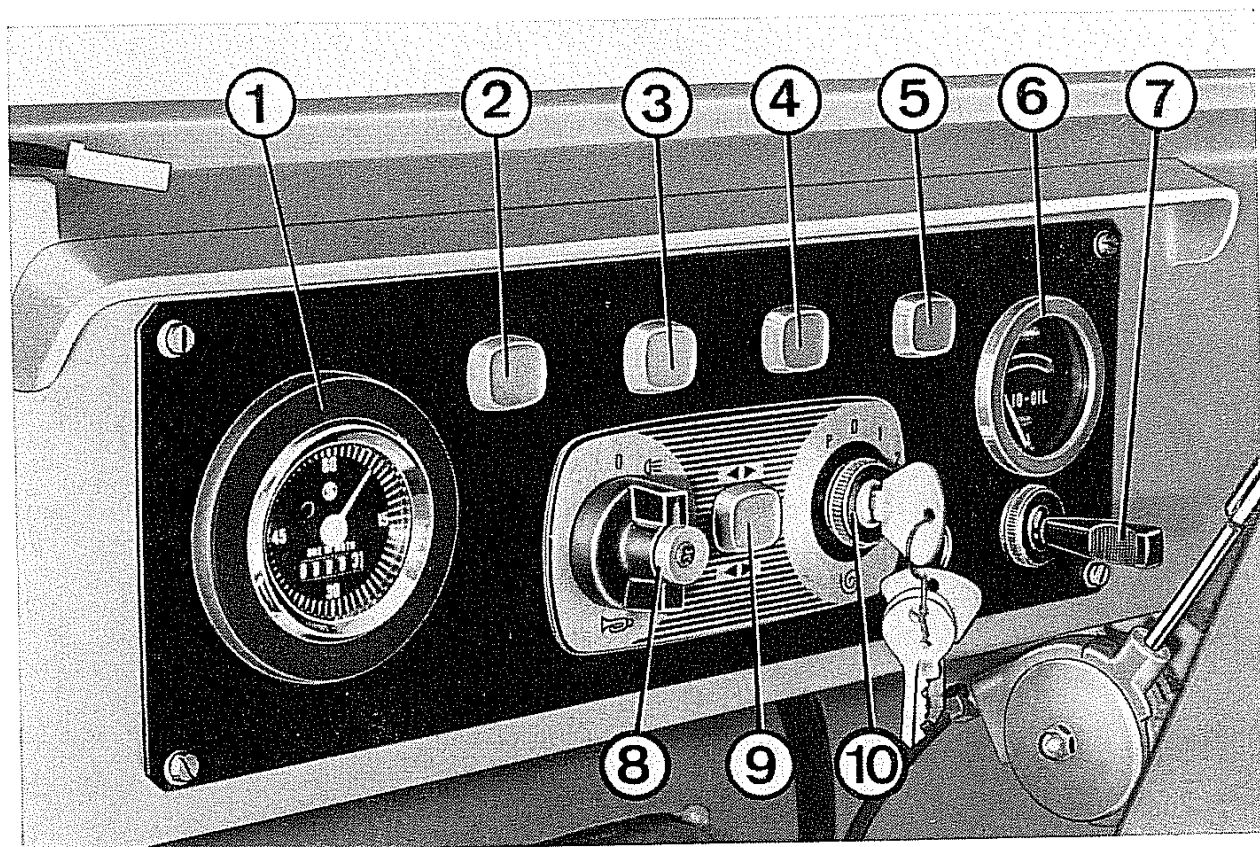
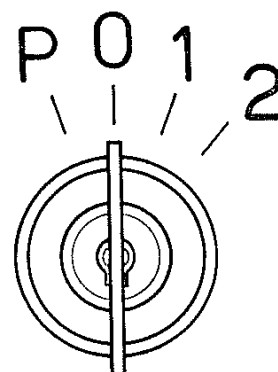

Fig. 31 - Cruscotto
Fig. 32
- Introdurre la chiave nel quadro comando avviamento e ruotarla in posizione 1 (fig. 32) lasciandovela alcuni secondi.
- Nel caso che la transporter debba rimanere ferma con accese le luci di ingombro, ruotare la chiave del quadro avviamento nella posizione **P** (fig. 32) e il commutatore luci **8** (fig. 31) nel primo scatto.
Avvertenza: con motore in moto lasciare la chiave del quadro in posizione **1** (fig. 32) per permettere la ricarica della batteria e il funzionamento dei segnalatori luminosi situati sul cruscotto.